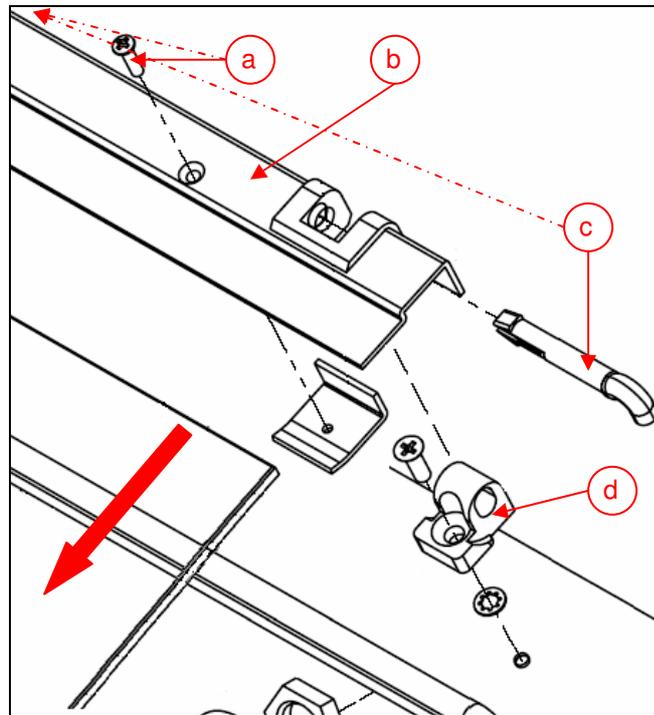

Abb. 12 Scheibe und Scharnier
- Zum Wechseln der Glasscheibe die beiden Schrauben (Abb. 12 a) nur lösen und Scheibe nach vorne aus dem Glashalter (Abb. 12 b) herausziehen
- Zum Entfernen des Glashalters die Sicherungsstifte (Abb. 12 c) seitlich links und rechts aus dem Scharnierblock (Abb. 12 d) herausziehen.